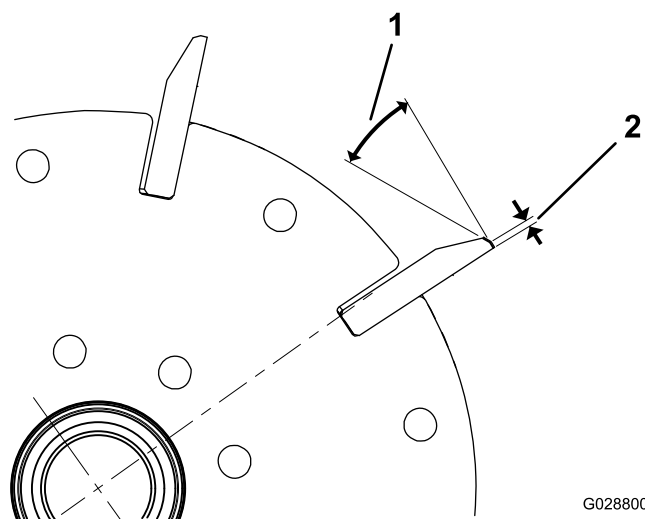
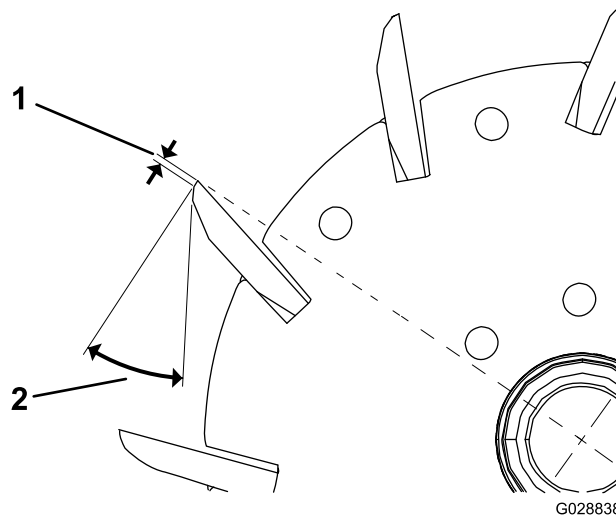

Figura 23
Figura 24
1. Aplique uma amolação de retificação de 30 graus em todas as lâminas do cilindro até que a folga tenha uma largura de 1,3 mm (Figura 23 e Figura 24).